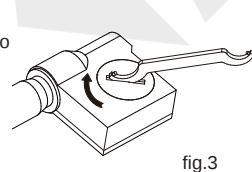

fig.3
---Vuelva a colocar la tapa de la pila y gírela en el sentido de las agujas del reloj para fijarla (fig.3).